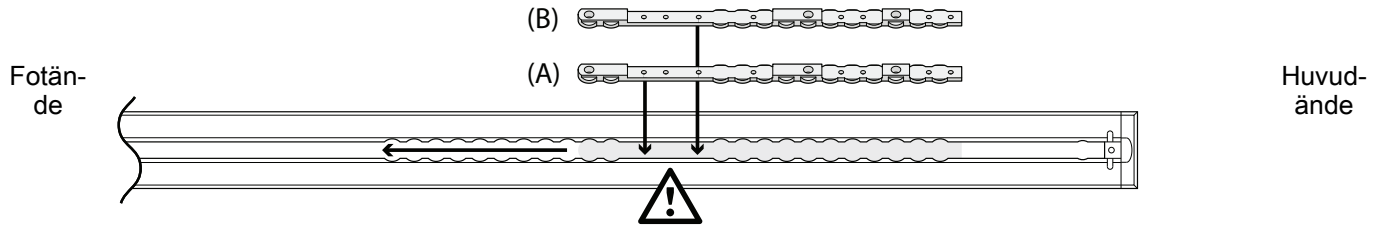

Figur 4 – Avstånd tröskel till bårvagn (A)
1. Välj avståndet tröskel till bårvagn (A) (Figur 4).